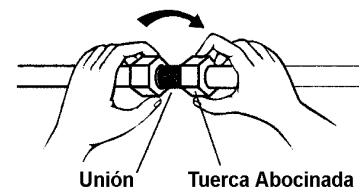

Figura 11
3. Para lograr una conexión apropiada, alinee el tubo unión y el tubo abocinado el uno frente al otro; enseguida, con movimiento ligero, atornille la tuerca abocinada con el fin de lograr un acoplamiento sin dificultad. Ver Figura 11.